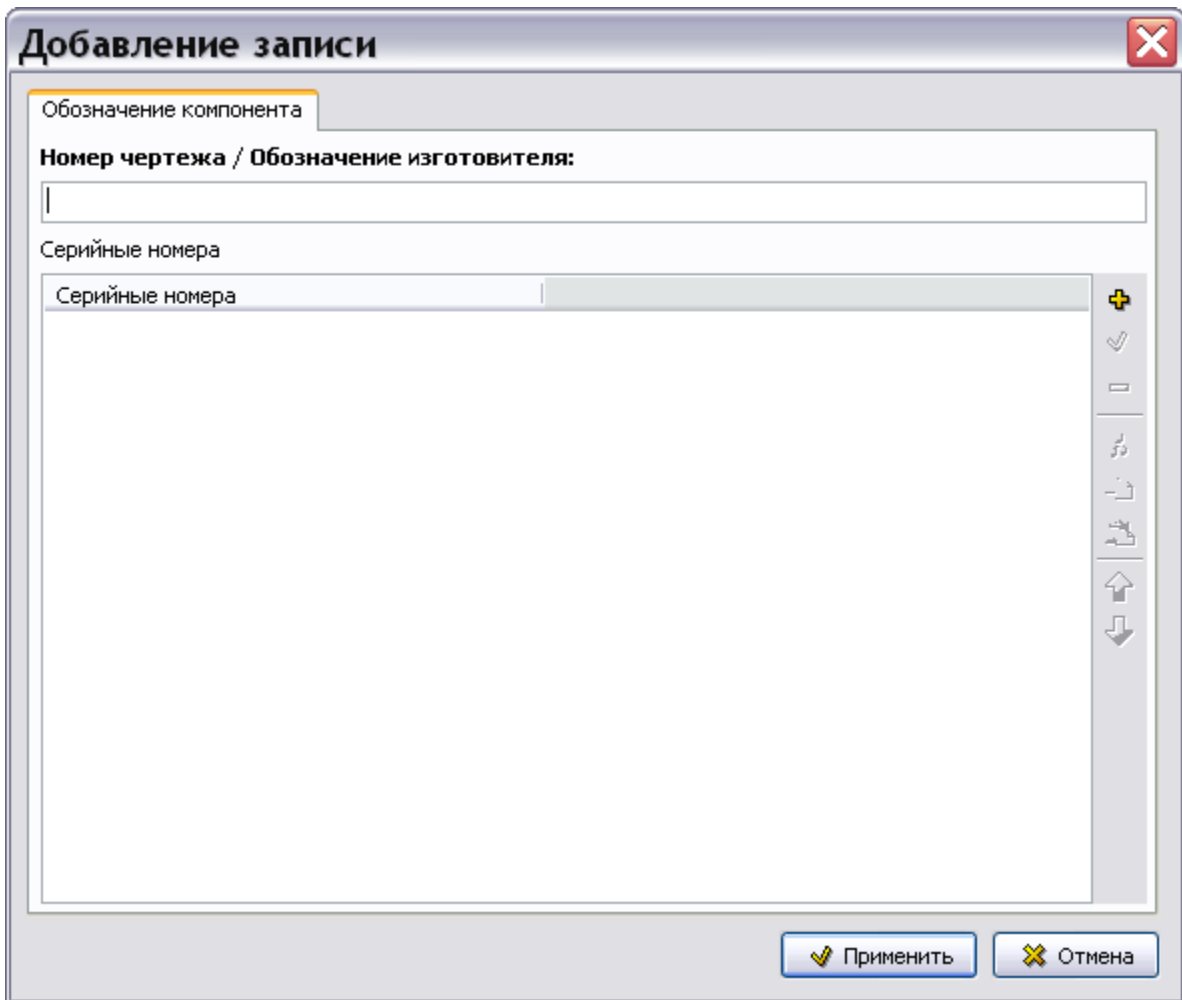

Рис. 7.27
3. Нажмите на кнопку **Добавить** . После этого откроется окно **Добавление записи** для обозначения компонента (Рис. 7.27).